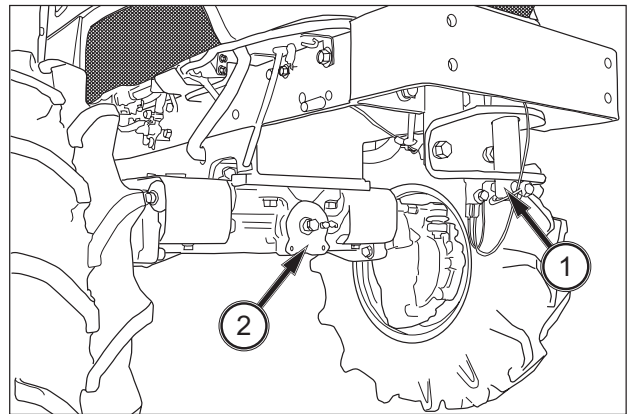

ABB. 110
**ABB. 110:** Das Seil an der Frontanbauvorrichtung (1) befestigen. Der Abstand zwischen dem abschleppenden Fahrzeug und dem Traktor sollte weniger als 5 m betragen. Den Fahrbereichshebel in die Leerlaufstellung bringen. Die Feststellbremse lösen.
**ABB. 110 UND 112:** Beim Aufbocken der Vorderachse befindet sich der Ansatzpunkt für den Stützbock an der Frontanbauvorrichtung (1) oder am Vorderachszapfen (2). Beim Aufbocken der Hinterachse befindet sich der Ansatzpunkt für den Wagenheber an der Heckzapfwelle (3).